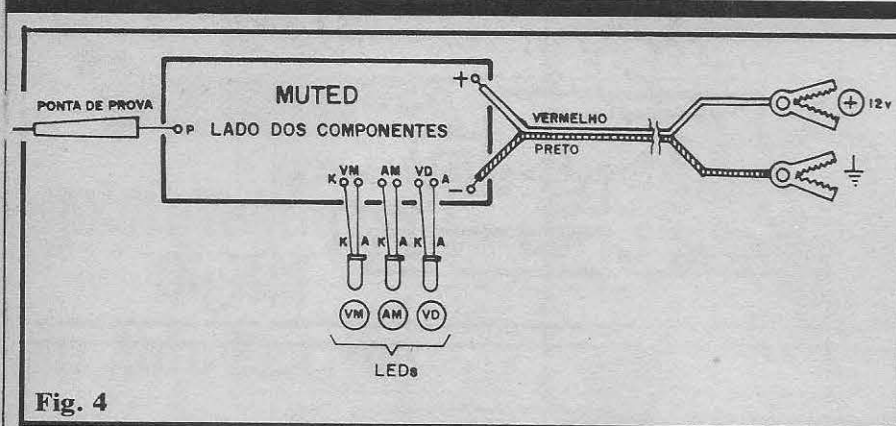

Fig. 4
- FIG. 4 - Diagrama das conexões externas à placa... Tudo muito simples, devendo o Leitor/Hobbysta observar principalmente as polaridades (identificação dos terminais) dos três LEDs, bem como suas **cores** em relação às posições que ocupam (VM = vermelho, AM = amarelo, VD = verde...). Outro ponto que exige atenção é a correta codificação da polaridade da cabagem de alimentação, com o fio **vermelho** dirigindo-se à garra do **positivo** e fio **preto** ao **negativo**, conforme é norma. Notar que o cabo vermelho/preto deve ser relativamente longo, para proporcionar uma utilização confortável, mesmo nos mais escondidos "recôn-